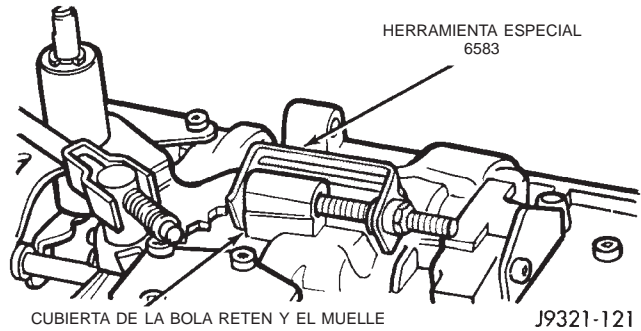

Fig. 64 Fijación de la bola retén y el muelle con la herramienta para retenes
(40) Inserte la bola y el muelle del detenedor en la abertura del cuerpo de válvulas e instale la herramienta para retenes 6583 (Fig. 64).